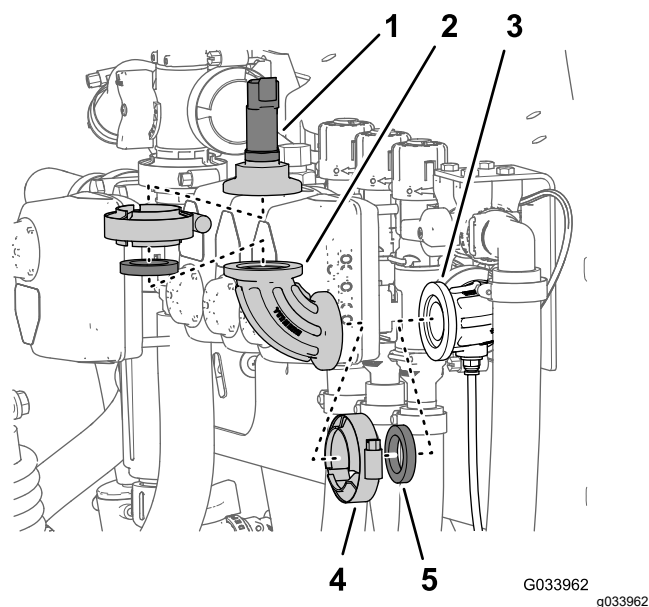

Figure 10
- Retirez le collier à bride qui fixe le transducteur de pression au raccord à 90° et déposez le transducteur, le joint et le collier à bride (Figure 10).
- Retirez le collier à bride qui fixe le raccord à 90° au raccord à 90° doté d'un connecteur pour le tube de détection, et déposez le raccord à 90°, le joint et le collier à bride (Figure 10).